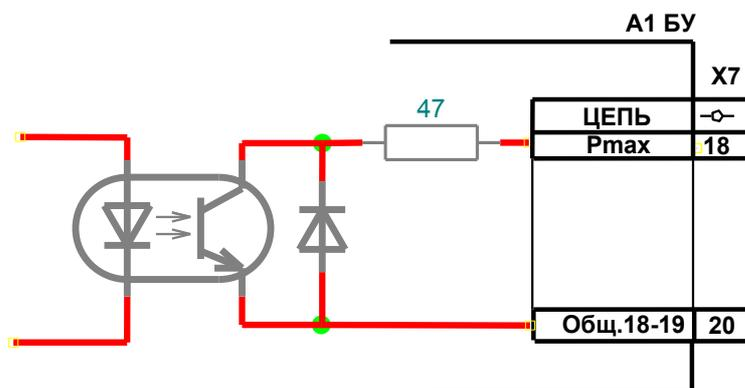

Рис.6. Схема выходной цепи ЭД (оптрон)
- 4.3.3. Схема электрическая выходного каскада представлена на Рис.6.
- 4.4.4. Схема электрическая выходного каскада аналогична, представленной на Рис.6.